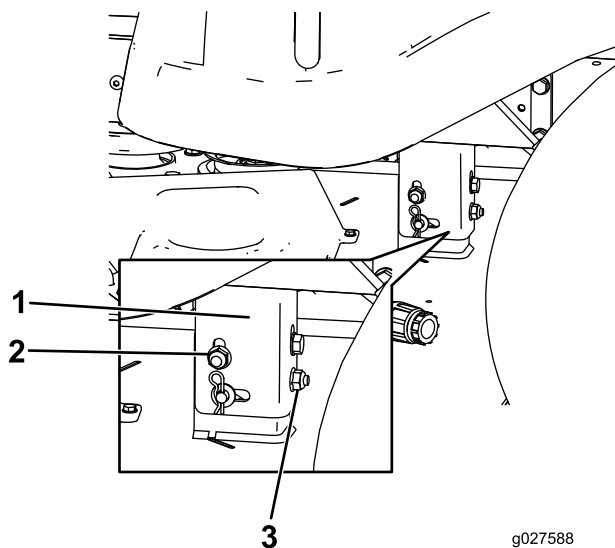

Figura 50
8. Eleve o baje el lado izquierdo de la carcasa de corte girando la tuerca trasera (Figura 50).